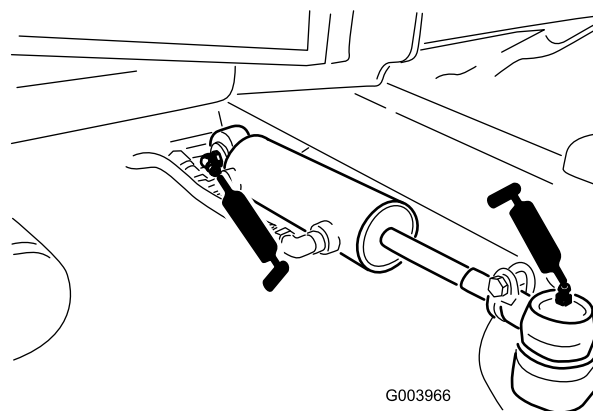

図 49
- ステアリングシリンダのボールジョイント 2ヶ所(図 49)